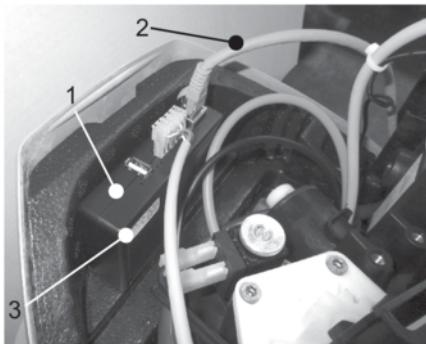

Abb. 13: Connectivity-Modul
3. LAN-Kabel in die LAN-Steckdose des Connectivity-Moduls einstecken (siehe Abbildung 13).
- den QR-Code auf dem Aufkleber des Connectivity-Moduls mit Hilfe der JU-Control App abscannen (siehe Abbildung 13)
- die MAC-Adresse auf dem Aufkleber des Connectivity-Moduls verwenden (siehe Abbildung 13).